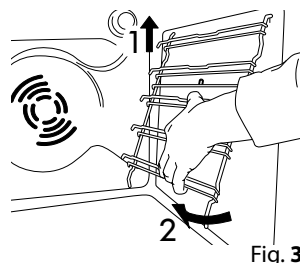

Fig. 3
1. Fjern ribberne ved at løfte dem (1) og dreje dem (2) som vist i fig. 3.